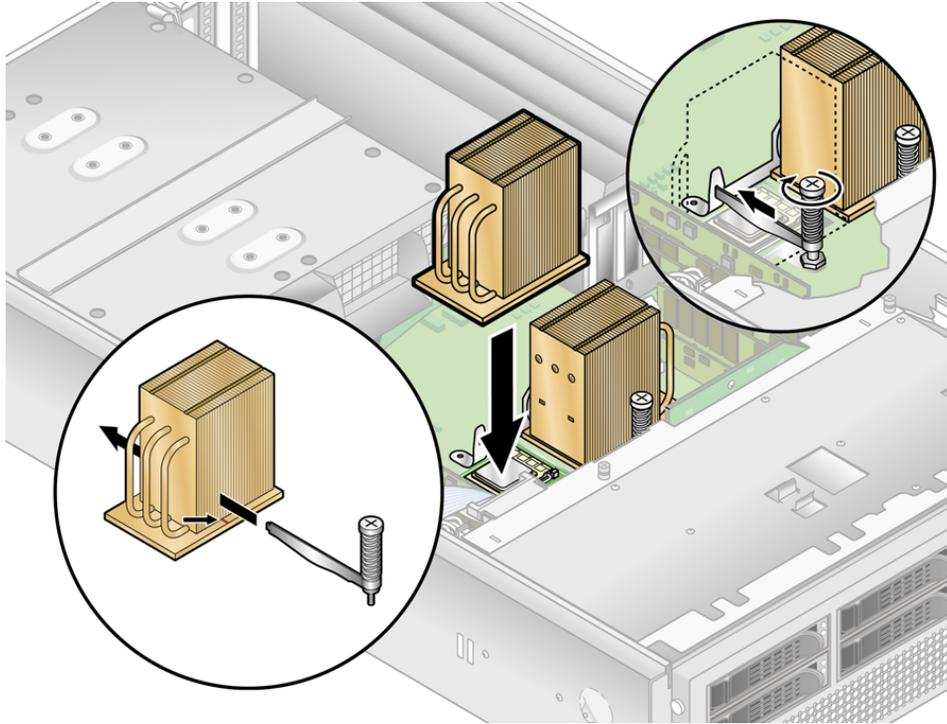

FIGURE 4-32 Remise en place de la barre transversale du dispositif d'ancrage du dissipateur thermique
10. Une fois le dissipateur thermique correctement aligné, réinsérez la barre transversale du dispositif d'ancrage sur les ailettes du dissipateur (voir FIGURE 4-32) :